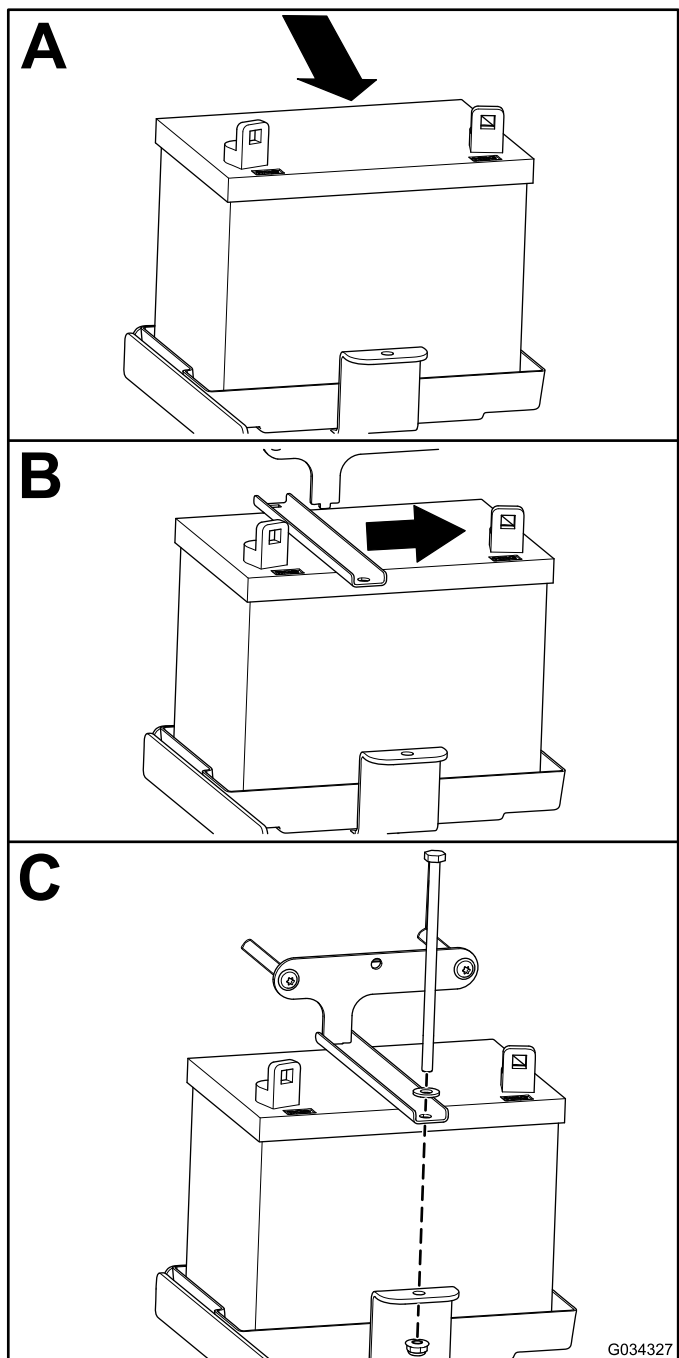

Figure 48
1. Reposez la batterie comme montré à la Figure 48.